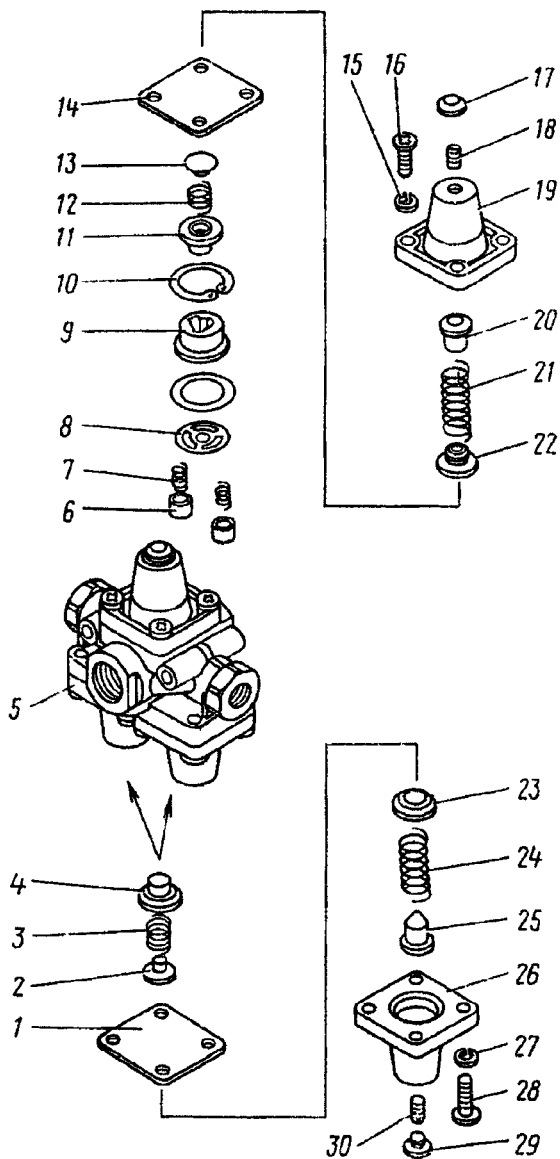

Рис. 303. Колпак защитный тройной:
1. Установите клапан 5 (рис. 303) в тиски	Слесарный верстак, тиски, мягкие губки